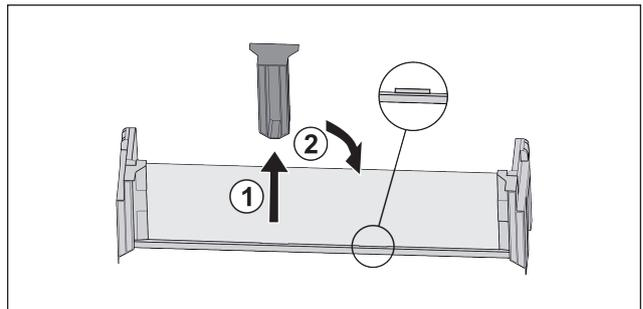

Fig. 94
- ▶ Extraire la pièce de retenue centrale Fig. 94 (1).
- ▶ Insérer la pièce de retenue centrale en deuxième position Fig. 94 (2).